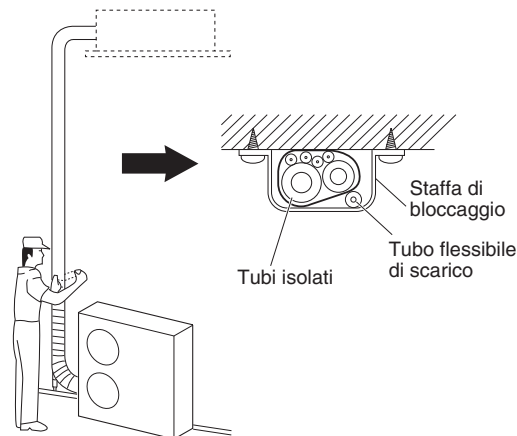

Fig. 5-9
- (1) A questo punto i tubi del refrigerante (e di cavi dell'impianto elettrico, se legalmente possibile) devono venire nastrati con nastro armato in 1 solo fascio. Per prevenire la formazione di condensa dovuta al trabocco della coppa di scolo, tenere separati il tubo di scarico e quello del refrigerante.
- (2) Avvolgere il nastro armato dal fondo dell'unità esterna alla cima di quella esterna dove penetra nella parete. Durante l'avvolgimento del fascio di tubi, sovrapporre metà dell'altezza del nastro alla spira immediatamente precedente.
- (3) Fissare il fascio dei tubi al muro usando una fascetta ogni metro circa. (Fig. 5-9)